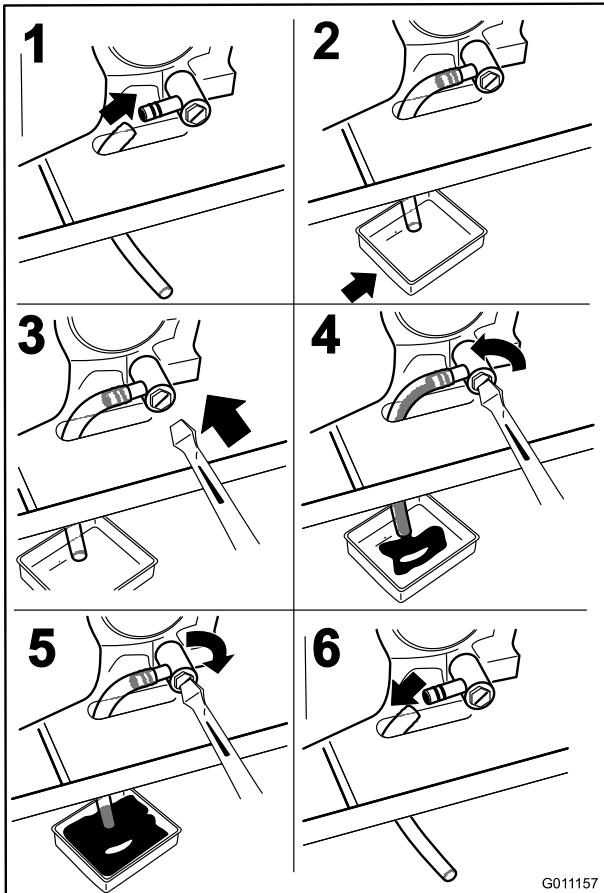

Figura 41
- Prima di scendere dal posto di guida dell'operatore, spegnete il motore, togliete la chiave di accensione e attendete che si fermino tutte le parti in movimento (Figura 41).